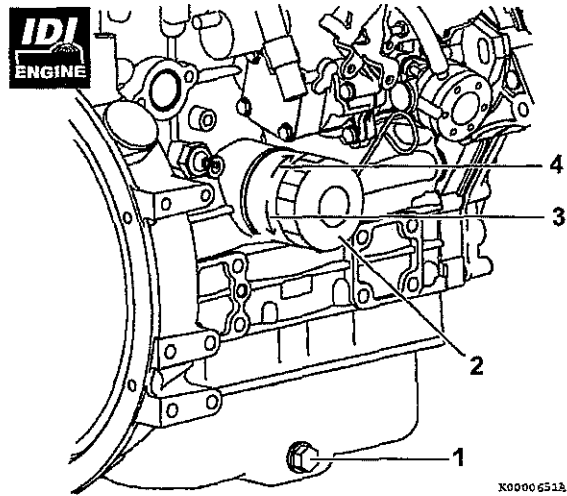

図 8
6. オイルパンからドレン抜きプラグ (1, 図 8) を取り外します。潤滑油が抜き出されます。
1. フィルタレンチを使って、潤滑油フィルタ (2, 図 8) を左に回します (3, 図 8)。
3. 新しい潤滑油フィルタのガスケット表面にエンジン潤滑油をうすく塗布します。その後、座面が取付面に当たるまで手で右回りで (4, 図 8) 締めます。さらに、フィルタレンチを使って規定トルクで締め付けます。(または、1 回転締め付けます。)